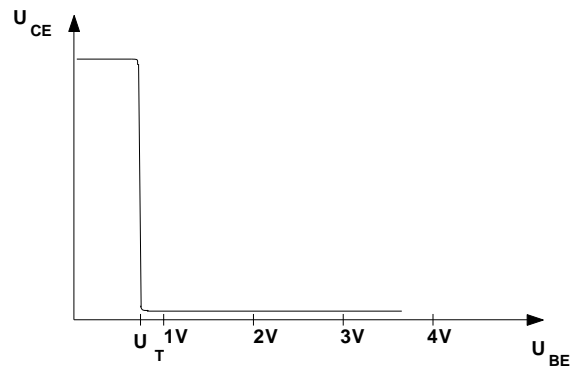

Abbildung 4.1: Die Übertragungskennlinie eines Inverters.
9. Überlegen Sie grafisch, welche Pulsweiten sich ergeben, wenn eine Vorspannung von  $0,5\text{ V}$  anliegt, im Vergleich zu einer Vorspannung von  $0\text{ V}$ . Nehmen Sie als Amplitude der Sinusschwingung  $1\text{ V}$  an. Benutzen Sie Abb. 4.1